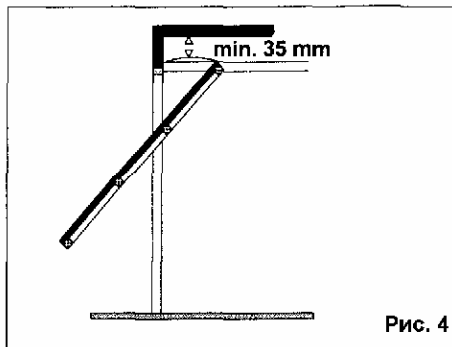
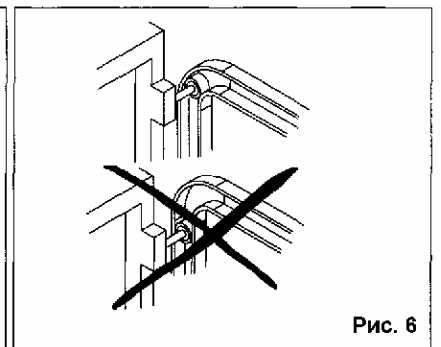

Рис. 4
Рис. 6
Конструкция двери должна быть пригодна для размещения привода. Проверьте, что створка соответствует размерам, указанным в технической документации. Проверьте, что в движущихся деталях двери отсутствует излишнее трение, при необходимости смажьте их или удалите лишнюю смазку. Не используйте жир для смазки. Демонтируйте механические запоры с двери. Проверьте правильность балансировки створки. Проверьте надежность заземления металлических частей двери. Убедитесь, что между потолком и самой верхней точкой скольжения двери расстояние не менее 35мм см. рис. 4, 5. Верхний ролик должен располагаться так, как показано на рис. 6.
- Найдите самую верхнюю точку, через которую проходит створка, проведите через нее плоскость и спроецируйте ее на плоскость косяка двери. При этом должна быть получена горизонтальная линия на косяке двери рис.4, 5, 13.